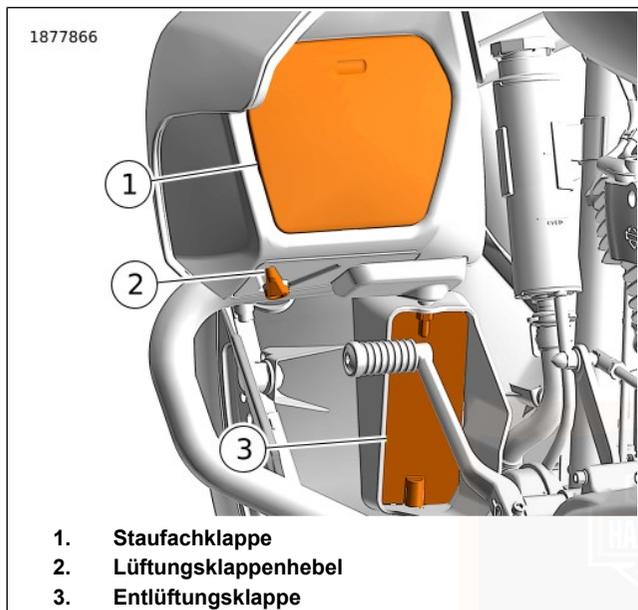

Abbildung 65. Untere Verkleidung: Mittig gekühlte Modelle
Öffnen: Siehe Abbildung 65. Oben auf die Staufachklappe (1) drücken, um die Verriegelung zu lösen. Die Klappe ist zum Öffnen federbelastet.
Siehe Abbildung 65. Die Belüftungsklappe (3) in der unteren Verkleidung kann so eingestellt werden, dass der Luftstrom für den Komfort von Fahrer und Sozius gelenkt wird. Den Hebel der Lüftungsklappe drehen, um die Lüftungsklappe einzustellen oder zu schließen.